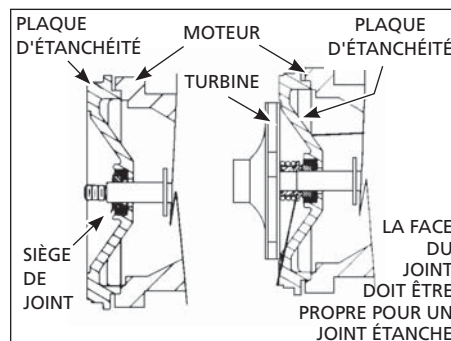

Figure 15 - Arrive de Moteur
4. Positionner la turbine sur l'arbre et bien serrer (Figure 15).